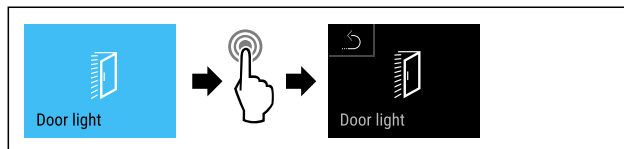

Fig. 72
- ▶ Suivre les étapes (voir Fig. 72) .